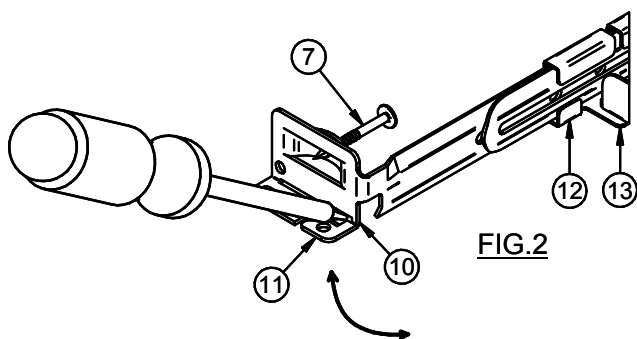
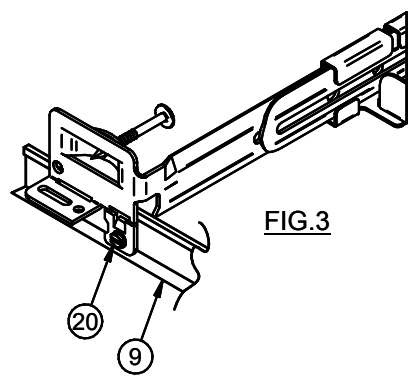
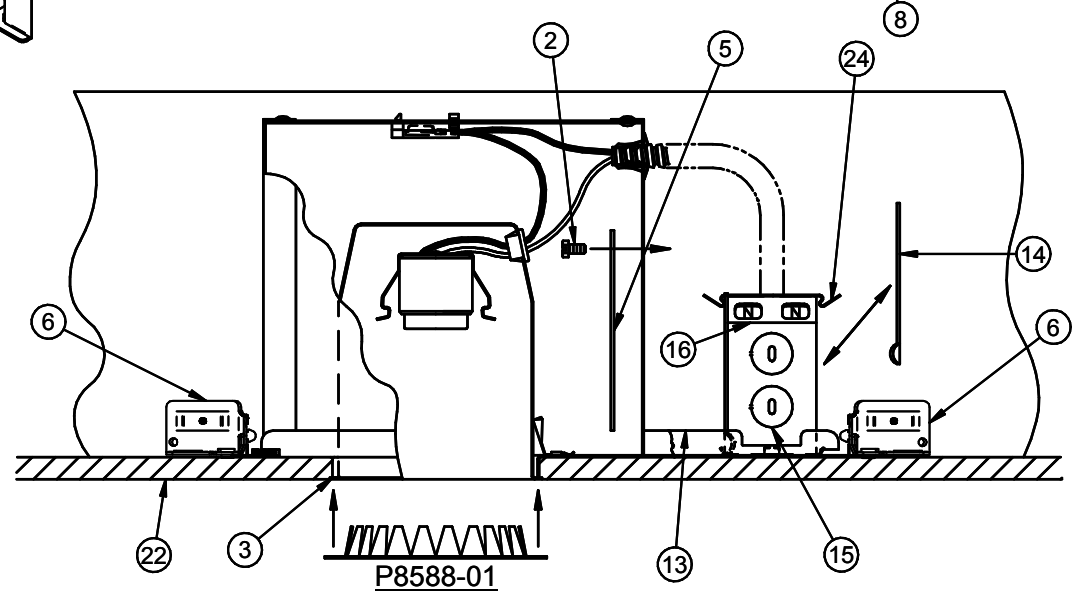

FIG. 2
FIG. 3
FIG. 6
2. For Suspended Ceilings: Place the Fixture on the ceiling grid with the "T" Bars (9) running through the Bar Hanger Notches (10). Using a flat head screwdriver or other tool, bend the integral t-bar mounting tabs (11) downward to a vertical position (Fig. 3). Secure housing to the support structure with tie wire (supplied by others) in the holes supplied. Sheetmetal screws (supplied by others) can also be used in the holes supplied (20). (Fig. 2 & 3)
3. Locate Housing along Bar Hanger in desired position and, using pliers, squeeze the 4 Locking Tabs (12) on the Plaster Frame (13) tightly over the Bar Hangers to prevent further Housing movement. Screws (1) are provided that can be tightened to lock Housing on the Hanger Bars.
4. As desired, hanger bars (6) may be shortened at score mark to fit tight mounting conditions and joist alignment tabs removed to adjust vertically as needed by breaking off with pliers.
5. Unsnap Junction Box Cover (14) by lifting the Leaf Spring (24). (Fig. 6)
7. FOR AIR-TIGHT APPLICATIONS: This Progress product is Air-Tight approved per ASTM E283 testing standards and complies with Washington State Energy Code Requirements. To complete the installation of this Air-Tight product, the opening between the housing (3) and drywall ceiling (22) must be sealed by the installer using silicone caulking, tape, or any other means acceptable to the local codes official. Progress Lighting Gasket Kit P8588-01 (purchased separately) can be used for this purpose (Fig. 6).
9. To gain access to junction box (16) after ceiling is finished, remove screw (2) and access door (5) inside of fixture. Junction box cover plate (14) can now be removed for service (Fig. 6).
2. En techos falsos: Coloque la luminaria en el techo de modo que las barras en forma de "T" (9) pasen por las muescas de las barras de suspensión (10). Usando un destornillador con cabeza plana u otra herramienta, doble las lengüetas de montaje de las barras "T" (11) hacia abajo llevándolas a una posición vertical (Figura 3). Usando el alambre (provisto por terceros), fije el alojamiento a la estructura de soporte donde están los agujeros. Los tornillos de metal (provistos por terceros) pueden ser usados en los agujeros provistos (20). (Fig. 2 y 3)
3. Ubique el alojamiento en las barras de suspensión en la posición deseada y, usando alicates, apriete las 4 lengüetas de fijación (12) en el armazón de yeso (13) para evitar cualquier movimiento del alojamiento. Las barras de suspensión (6) pueden ser instaladas en ranuras alternas (23) si lo exigen las condiciones de montaje.
4. Si lo desea, barras de suspensión (6) se puede acortar en la marca de puntuación para adaptarse a las tensiones en el montaje y las lengüetas de alineación de viguetas quitar para ajustar verticalmente, según sea necesario por romper con unos alicates.
5. Abra la tapa de la caja de empalme (14) levantando el resorte (24). (Fig. 6)
7. PARA APLICACIONES HERMÉTICAS y en conformidad a requisitos tales como los del Código de Energía del Estado de Washington, llene el espacio entre el alojamiento (3) y el cieloraso en mampostería sin mortero (22) usando una masilla de silicona, cinta, u otro producto aceptado por los códigos locales oficiales. El Gasket Kit de Progress Lighting P8587-01 (comprar por separado) puede ser usado para este propósito pero no es obligatorio (vea la Figura 6). Para más detalles consulte www.progresslighting.com/AT. (Fig. 6)
9. Para obtener acceso a la caja de conexiones (16) después de techo está terminado, saque el tornillo (2) y puerta de acceso (5) en el interior de la luminaria. Caja de conexión de la placa de cubierta (14) puede ahora ser eliminado de servicio (Fig. 6).
2. Pour plafonds suspendus : Placer le dispositif d'éclairage sur l'armature du plafond de manière que les barres en « T » (9) pénètrent les encoches sur les barres de suspension (10). À l'aide d'un tournevis à tête plate ou autre outil, plier les languettes de montage sur les barres en « T » vers le bas, en position verticale (La Figure 3). Fixer le boîtier à la structure de support insérant des fils à ligature (non inclus) dans les trous fournis. Des vis à métal (non inclus) peuvent être substituées dans les trous fournis (20). (Fig. 2 et 3)
3. Fixer le boîtier au long des barres de suspension dans la position désirée et à l'aide des pinces appuyer fermement sur les 4 languettes de blocage (12) du cadre en plâtre (13) et sur les barres de suspension pour éviter quelque mouvement du boîtier. Les barres de suspension (6) peuvent être installées dans les rainures en alternance (23) si les conditions de montage l'exigent.
4. Comme souhaité, barres de suspension (6) peut être réduite à la marque score à s'adapter à la situation tendue de montage et d'alignement des tabulations solives retirées pour régler verticalement selon les besoins de rompre avec une pince.
5. Ouvrir le couvercle de la boîte de jonction (14) soulevant le ressort à lames (24). (Fig. 6)
7. Pour applications hermétiques et conformément aux exigences telles que celles du Code de l'Énergie de l'État de Washington, remplir l'espace entre le boîtier (3) et le plafond de mur sec (22) avec un mastic de silicone, du ruban, ou avec d'autres produits acceptables aux codes locaux. Le Gasket Kit de Progress Lighting P8587-01 (acheter séparément) peut être utilisé pour ce faire mais n'est pas obligatoire (Voir la Figure 6). Pour plus de détails consulter www.progresslighting.com/AT. (Fig. 6).
9. Pour accéder à la boîte de jonction (16) fois le plafond fini, enlevez la vis (2) et porte d'accès (5) à l'intérieur du luminaire. Couvercle boîte de jonction (14) peut maintenant être retiré du service (fig. 6).